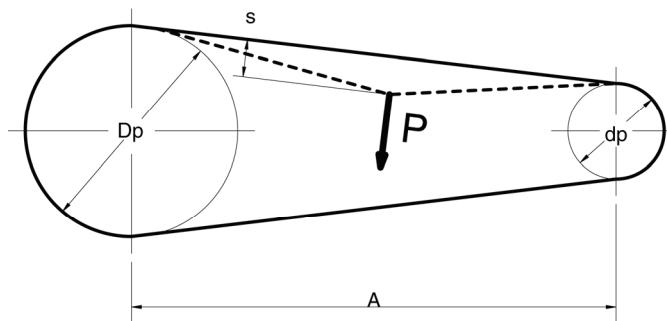

Рис. 26 Прогиб клиновидного ремня
1. Измерить расстояние между осями дисков (размер А рис.26).
2. Измерить силу Р, необходимую, чтобы прогнать ремень на S=16 мм на каждый погонный метр расстояния между осями, приблизительно посередине расстояния между осями (рис.26).
Новые ремни следует натянуть таким образом, чтобы требуемая сила  $P$  (рис. 26) как можно больше совпадала со значением  $P$ , указанным в таблице 16.